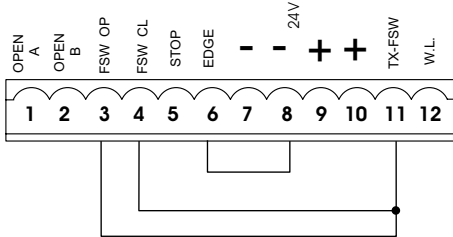

Abb. 33
**Anmerkung:** werden keine Sicherheitsvorrichtungen eingesetzt, so sind die Klemmen zu überbrücken, wie in Abb. 33 angegeben.
**Anmerkung: werden keine Sicherheitsvorrichtungen beim Öffnungsvorgang angeschlossen, so sind die Klemmen OP und -TX FSW mit Überbrückungsklemmen zu versehen (Abb. 33).**
**Anmerkung: werden keine Sicherheitsvorrichtungen beim Schließvorgang angeschlossen, so sind die Klemmen CL und -TX FSW mit Überbrückungsklemmen zu versehen (Abb. 33).**
**Anmerkung: werden keine Sicherheitsvorrichtungen Leiste angeschlossen, so sind die Eingänge EDGE und - zu überbrücken.** (Abb. 33).